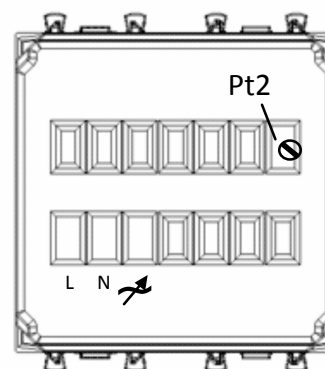

Fig.1b
- Réglage de la vitesse minimale par potentiomètre rotatif postérieur Pt2 (Fig. 1b)
- Regulación de la velocidad mínima a través del potenciómetro rotativo posterior Pt2 (Fig. 1b)